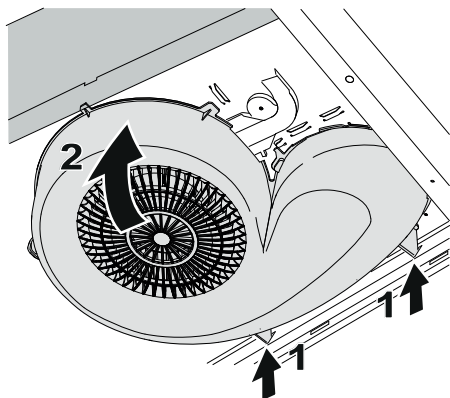

Fig. 7
Sæt blæserhuset tilbage ved at sætte støtten ind i bagkanten på blæseren (1). Drej blæserhuset opad (2).Fig. 7